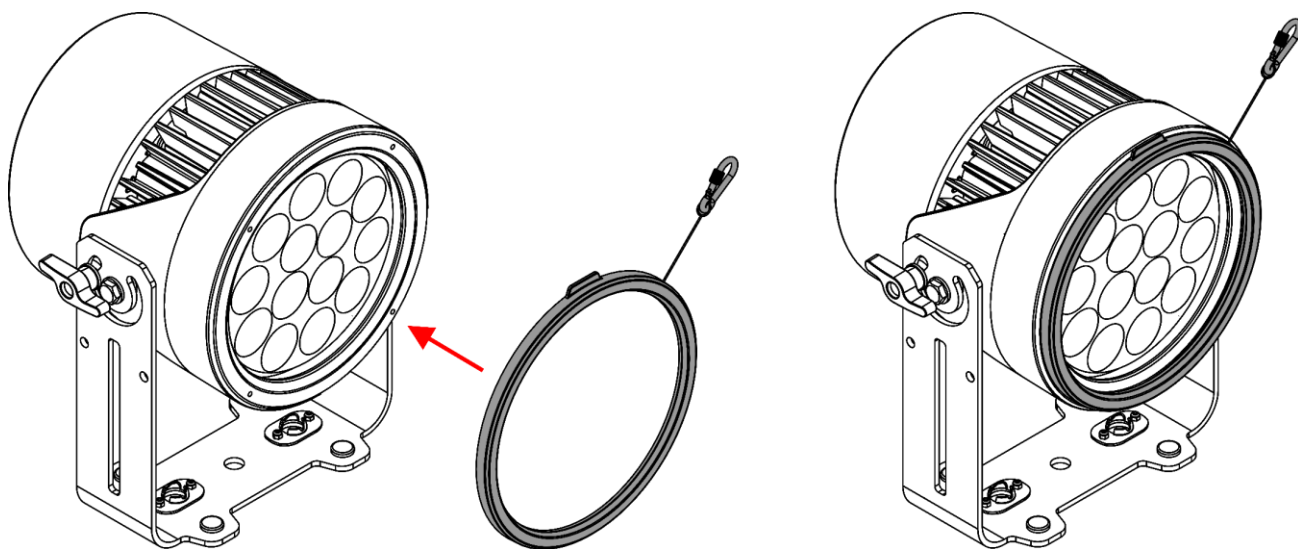

Fig. 15
- 02) Collocare il diffusore sulla lente del dispositivo o sul supporto per accessori (se installato) come illustrato nella Fig. 15. I magneti del diffusore lo manterranno in posizione. I magneti del diffusore lo manterranno in posizione.